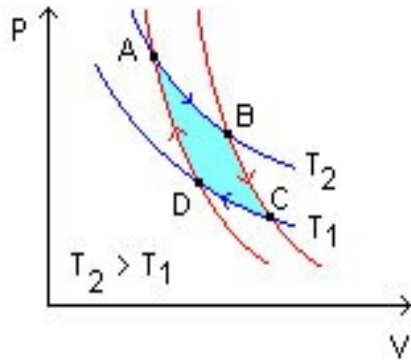

Figura 02: O Ciclo de Carnot em uma máquina isolada termicamente (ou adiabaticamente). Observe as variações dos valores P e V nas curvas.
9. Descreva o que acontece com a pressão e o volume no gráfico da figura 02 (ciclo de Carnot) nos trechos AB, BC, CD e DA. Classifique estes trechos. Eles são isovolumétricos, isotérmicos ou isobáricos? Justifique a classificação.